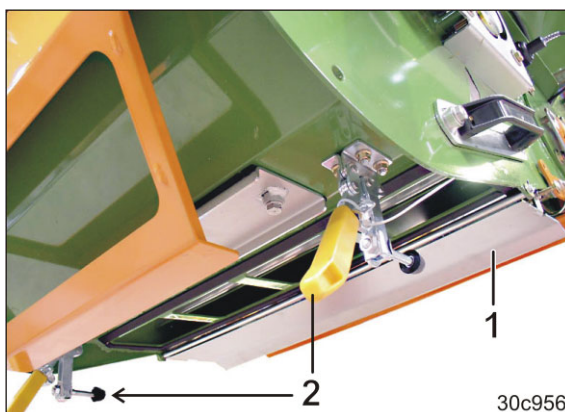

Fig. 255
2. Åbn bundklapperne (Fig. 255/1).
Bundklapperne er fastgjort med lynspænder (Fig. 255/2).